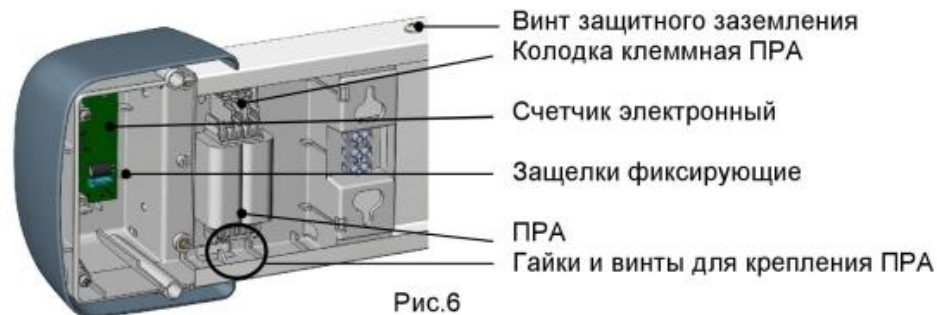

Рис.6
- 7.5. По окончании срока службы ламп (8000 или 9000 часов в зависимости от типа установленных ламп) необходимо произвести замену обеих ламп п.7.6 и провести техническое обслуживание облучателя (очистка узлов от пыли, контроль электрических контактов, крепежных элементов и крепления наконечника провода заземления на корпусе облучателя при помощи винта рис.6). При замене ламп необходимо сбросить показания счетчика электронного.
- Отсоединить от колодок клеммных ПРА провода (рис.6).
- Снять ПРА, предварительно открутив гайки (рис.6).
- Извлечь счетчик электронный из торцевого блока, нажав на фиксирующие защелки (рис.6).